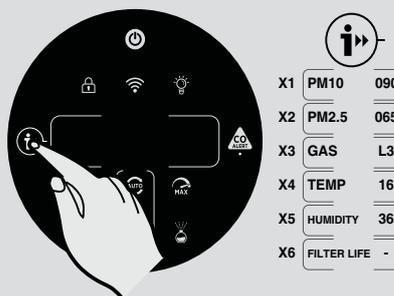

Рис. 8
Функция ИНФОРМАЦИИ [Рис. 8]:
- Нажмите кнопку ИНФОРМАЦИИ и следуйте инструкциям по сбросу функции очистки фильтра, удерживая кнопку в течение 3 секунд; после успешного сброса будет передан звуковой сигнал. [Рис. 8]